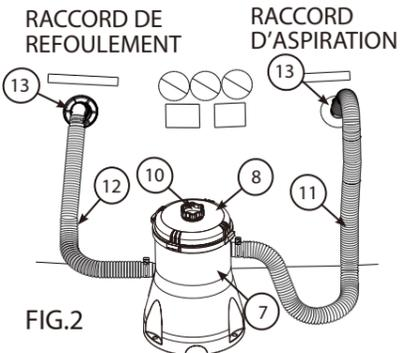

FIG.2
C. Après avoir rempli la piscine, positionnez l'Ensemble Filtre entre les deux raccords sur la paroi de la piscine et environ 15 cm loin de la base. Le tuyau d'aspiration (11), raccordé au haut de la boîte du filtre doit faire face à droite, et le tuyau de refoulement (12), raccordé à la pompe au bas de la boîte du filtre doit faire face à gauche; voir Fig. 2.